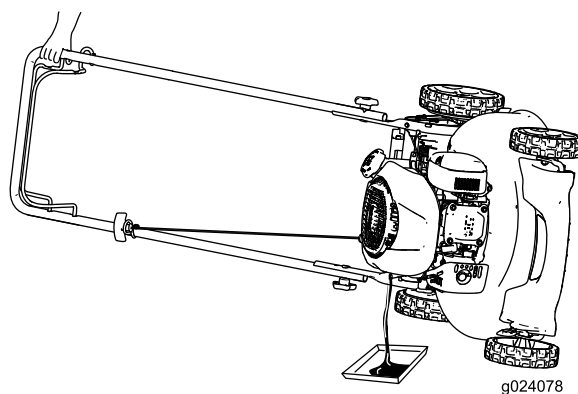

Figura 19
2. Coloque la máquina de lado con la varilla de aceite hacia abajo para drenar el aceite usado a través del tubo de llenado de aceite (Figura 19).